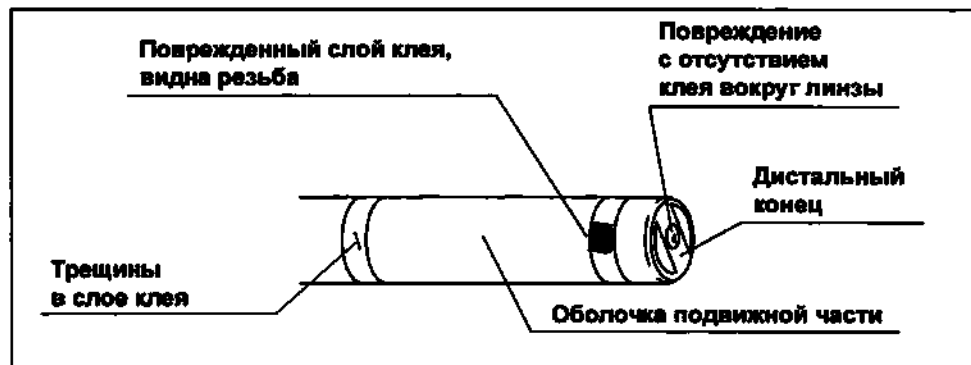

Рис. 3.3
- Трещины, отслаивание или обесцвечивание адгезивов на любом конце подвижной части и на линзах объектива и световода, как показано на рис. 3.3.
- Компания Olympus подтвердила отсутствие ухудшений при выполнении указанного количества циклов дезинфекции или стерилизации. В случае превышения количества циклов дезинфекции или стерилизации данного эндоскопа могут возникнуть ухудшения, показанные на рис. 3.3. В таком случае требуется произвести техническое обслуживание. За дополнительными сведениями обращайтесь в компанию Olympus.
- Повреждения, трещины и отслаивания могут возникнуть на подвижной части, как показано на рис. 3.3, а также на вводимой части/секции или универсальном кабеле.